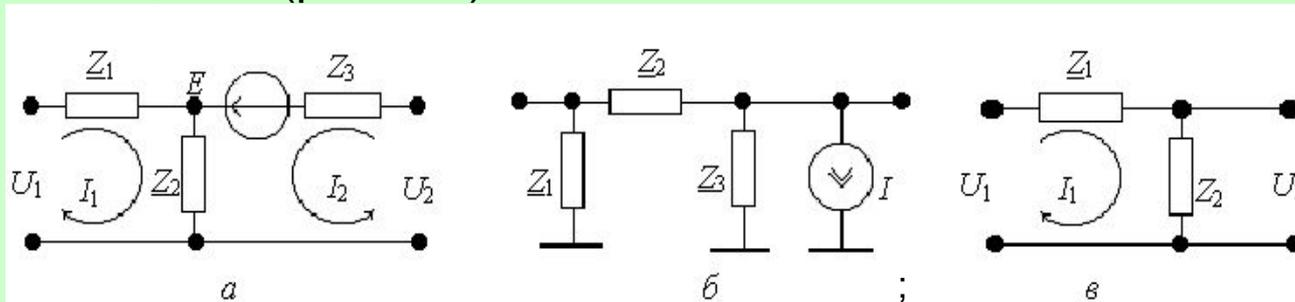

Рис. 7.3
- Обычно в качестве эквивалентных схем выбирают схемы с минимальным числом элементов. Наиболее распространены Т-, П- и Г-образные схемы замещения (рис. 7.3).